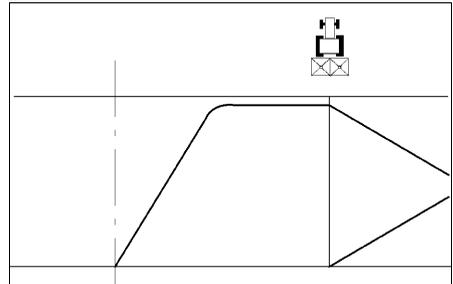

Fig. 40
La concimazione di confine "ecologica" in ottemperanza con le disposizioni di legge. (Fig. 40):
**Per lo spargimento di confine** (in concordanza con i decreti leggi sullo spargimento) (Fig. 40) o. **per lo spargimento laterale** ( uguale su tutte le aree trattate) (Fig. 41) Sostitite il disco di spargimento sinistro "**Omnia-Set**" (sinistro nella direzione di marcia), con il corrispondente disco "**Tele-Set**". Per lo spargimento laterale sul versante destro è disponibile un disco a richiesta